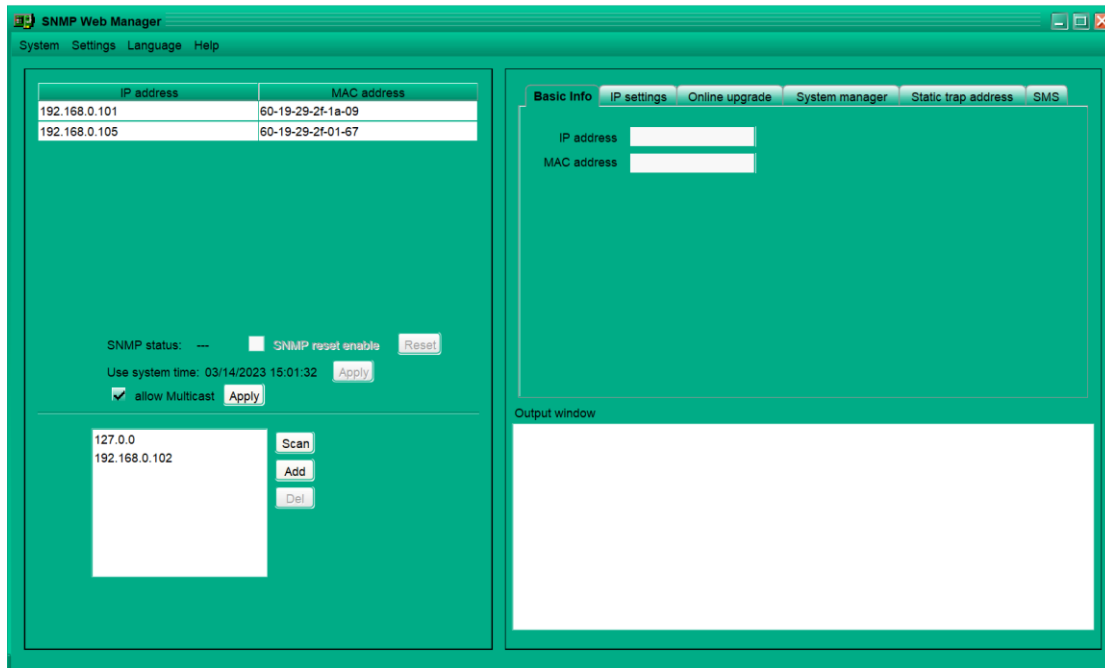

Рисунок 1-5
- а) Дважды щелкните по выбранному устройству в списке (см. рисунок 1-5), чтобы открыть веб-страницу, как показано на рисунке 1-6 а. Или просто введите адрес [https \(http://192.168.103.148\)](https://192.168.103.148) в браузере, чтобы напрямую перейти к веб-серверу. См. рисунок 1-6 б.